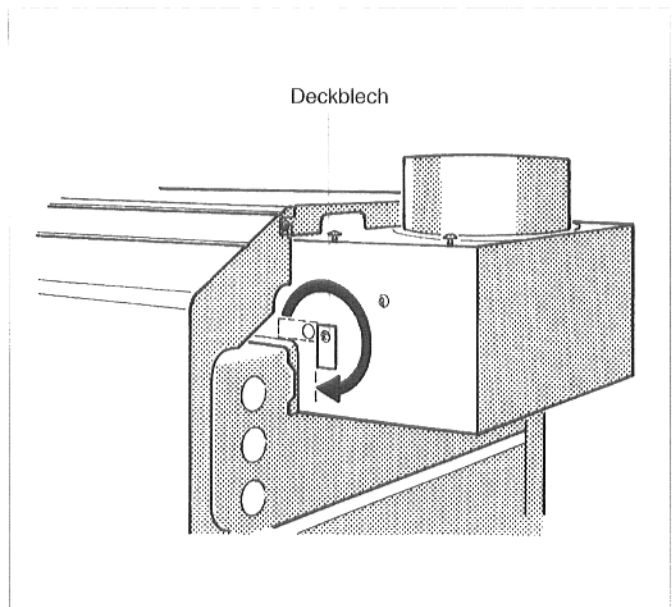

Abb. 2
3. Deckbleche rechts und links an der Strömungssicherung mit einem Schraubendreher abschwenken, so daß die Bohrungen frei werden (Abb. 2).